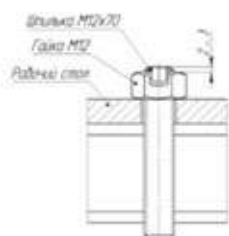

Рис. 1
4.3.5. Разместить четыре шпильки М12х70 с накрученными на них гайками М12 в монтажные отверстия рабочего стола, соответствующие устанавливаемому модулю (рис. 1). Шестигранное отверстие в шпильке должно располагаться сверху. Верхний торец шпильки должен выступать на 2 ... 3 мм над гайкой.